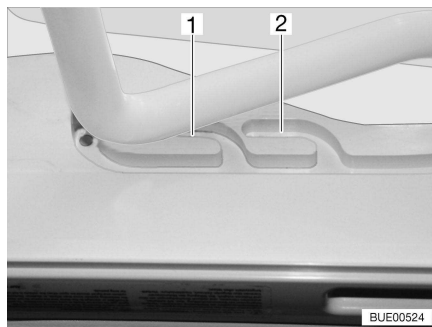
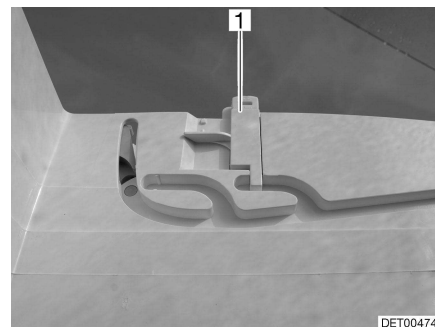

Fig. 36 Claraboya Heki en posición de ventilación
Fig. 37 Bloqueo de la posición de ventilación
La claraboya Heki se puede colocar en dos posiciones de ventilación: Posición de mal tiempo (Fig. 36,1) y posición mediana (Fig. 36,2). Según el modelo, la claraboya podrá ser bloqueada en la posición central con los dos pestillos (Fig. 37,1) a la izquierda y la derecha en el marco de la claraboya.
- Presionar el estribo ligeramente hacia arriba y empujarlo en la guía seleccionada (Fig. 36,1 ó 2) y, si fuera necesario, bloquearlo.